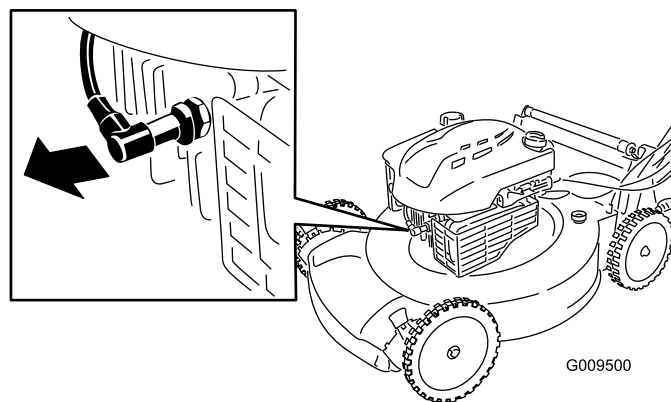

Figure 18
2. Débranchez le fil de la bougie (Figure 18) avant de procéder à un quelconque entretien.